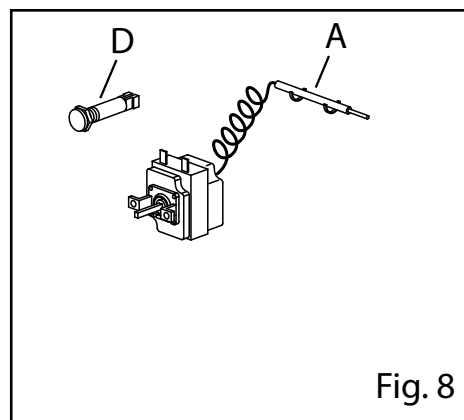

Fig. 8
- Retirer le bulbe du support (par ex. Fig. 8/A)
- Remettre la nouvelle ampoule (par ex. Fig. 8/D)